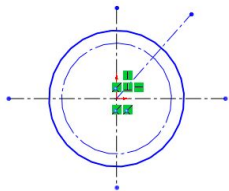

图 2-43 绘制的圆
(1) 单击【草图】工具栏中的  【圆】按钮，以坐标原点为圆心，在图形区域绘制直径为 86mm 的圆形草图，如图 2-43 所示。